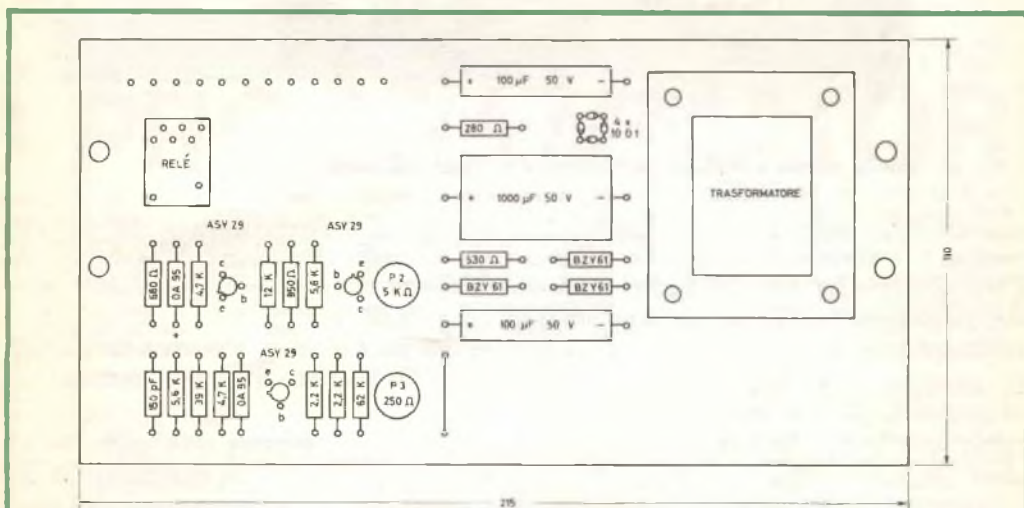
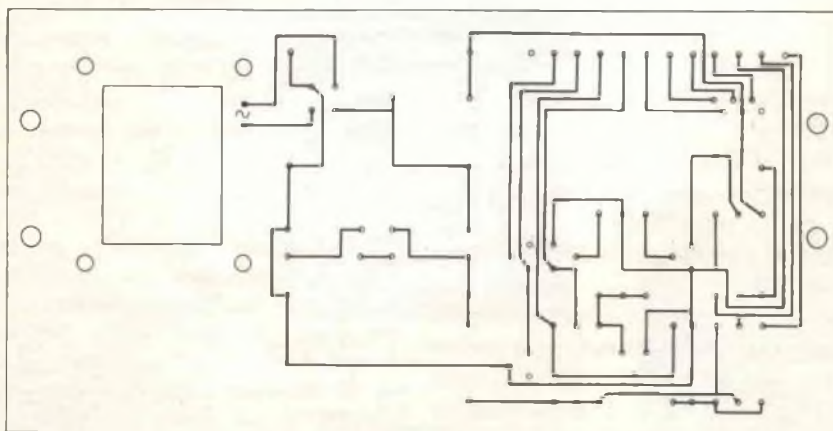
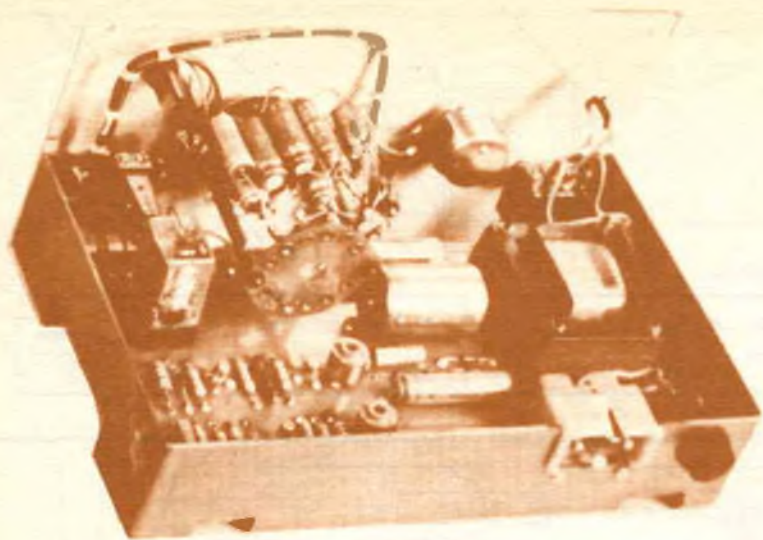

Fig. 2 - Disposizione dei componenti sulla piastra in bachelite.
Fig. 3 - Cablaggio della piastra di supporto.
Fig. 4 - Veduta interna del montaggio del temporizzatore elettronico.
**Realizzazione pratica** - La parte elettronica viene realizzata su una piastra di tela bachelizzata, sulla quale sono disposti i componenti come indicato nella fig. 2. Il piano di cablaggio è illustrato nella fig. 3; naturalmente, si usano ribattini forati per il cablaggio. Il tracciato è stato studiato senza incroci, in modo da permettere, qualora lo si voglia, la realizzazione su circuito stampato. Il circuito stampato può essere sistemato in una scatola metallica, come visibile nella fig. 4. Sulla parte frontale trovano posto gli appositi elementi di comando.